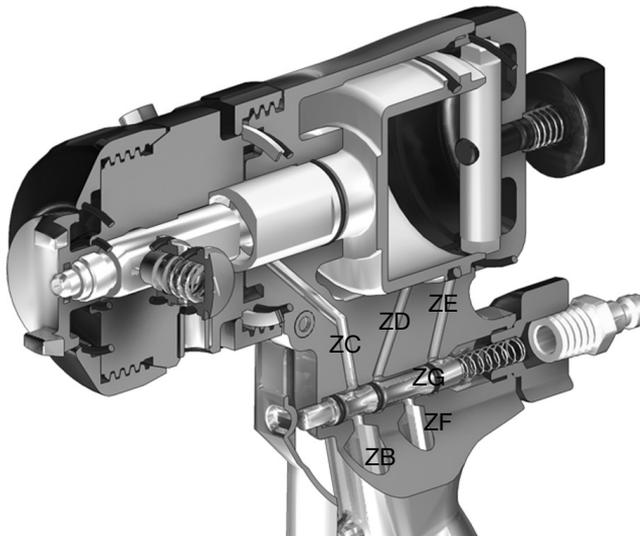

Fig. 1 Passaggi dell'impugnatura della pistola
2. Se necessario, pulire i passaggi nel corpo del fluido e l'impugnatura con le punte da trapano. Fare riferimento alla **TABELLA 1** e alla **Fig. 1** per il diametro e la posizione dei passaggi.